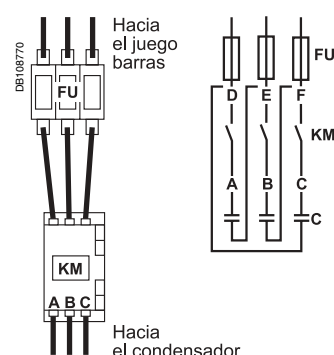

Fig. 25: corte en las derivaciones.
- corte en rama del triángulo (fig. 25)